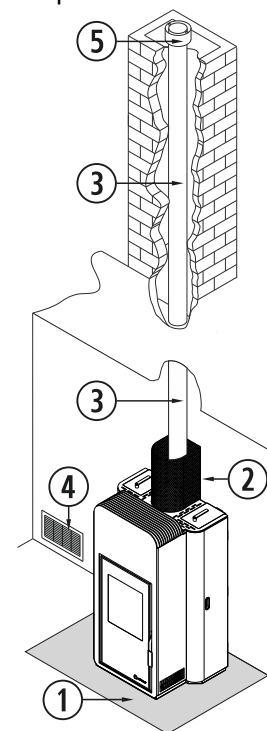

Figura 8
- Al instalar la salida de gases sobre una chimenea de obra, se recomienda emplear tubería metálica a través de ésta, para evitar fisuras, rugosidades, variaciones de sección, etc. En una chimenea ya existente, ésta se deberá limpiar completamente antes de realizar la instalación. El tubo, deberá sobrepasar la altura de la chimenea de obra y sobre salir unos centímetros en su parte superior. En el remate de la chimenea, se deberá colocar una placa de estanqueidad y un cubreaguas, como se muestra en la *figura 8*. En algunos casos, la geometría de la chimenea de obra existente, imposibilita el uso de tubería rígida, en estos casos excepcionales, la normativa permite el uso de conductos flexibles, que serán de superficie lisa para evitar las pérdidas de presión por rozamiento y evitando cambiar de dirección en ángulos superiores a 45°.
①	Suelo no combustible.
②	Protector del tubo gases.
③	Tubo doble pared.
④	Entrada de aire.
⑤	Sombrerete.